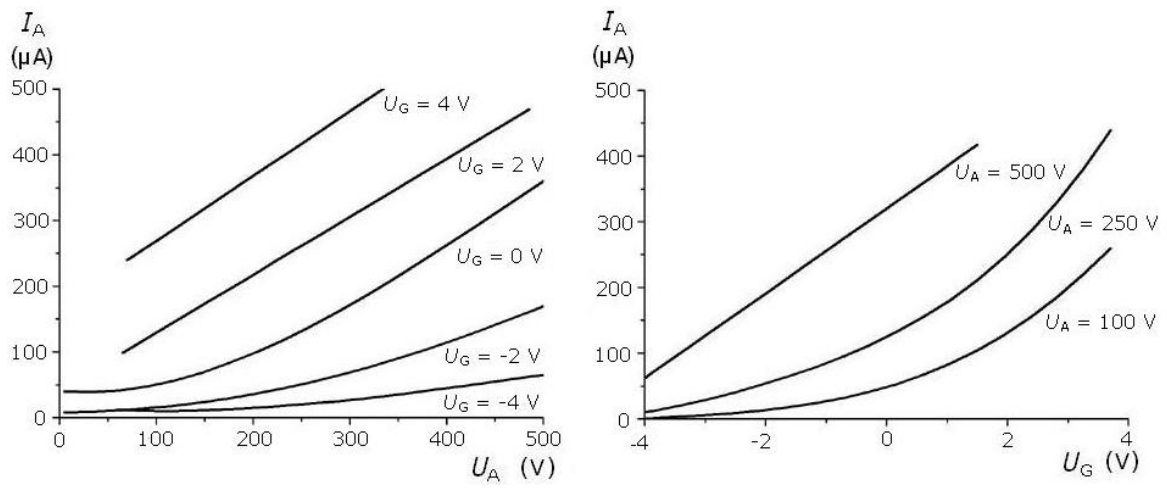

Fig. 2 Caractéristiques de la triode
- Caractéristiques  $I_A - U_A$  : pour des tensions de grille constantes, déterminez le courant anodique en fonction de la tension anodique et représentez les paires de valeurs sous forme graphique (voir la figure 2).
- Caractéristiques  $I_A - U_G$  : pour des tensions anodiques constantes, déterminez le courant anodique en fonction de la tension de grille et représentez les paires de valeurs sous forme graphique (voir la figure 2).